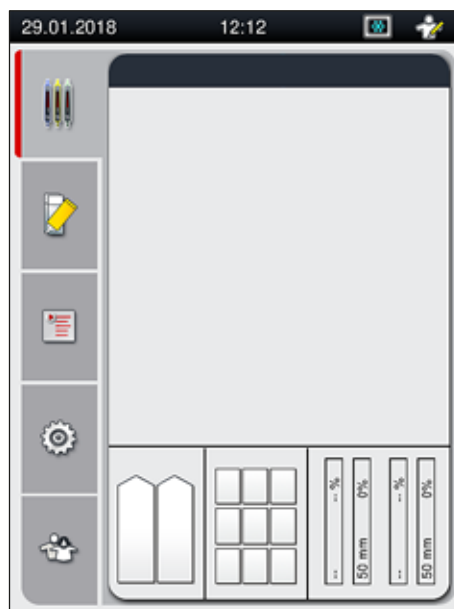

Fig. 12
7. Etter fullført initialiseringsfase vises **hovedmenyen** (→ Fig. 12) på skjermbildet.